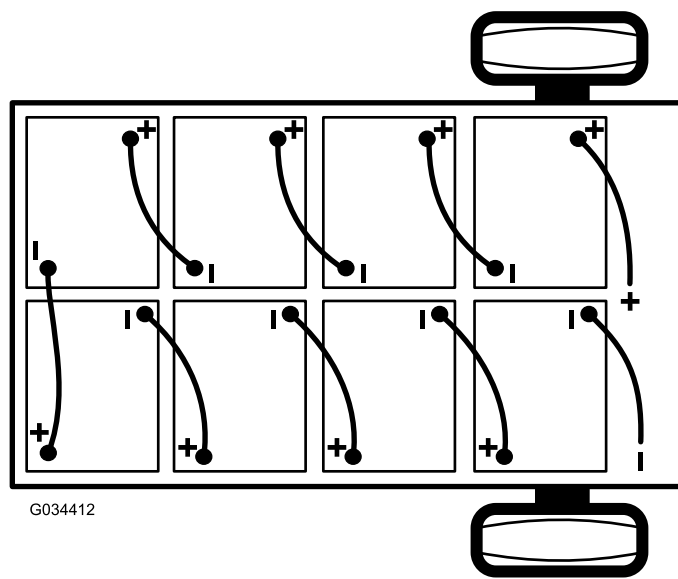

Figure 38
2. Débranchez le câble négatif principal (noir) de la batterie qui relie la rangée de batteries au point de masse de la machine (Figure 38).
3. Débranchez le câble positif principal (rouge) qui relie la rangée de batteries au contacteur principal de la machine (Figure 38).
- Remarque:** Tenez compte de la polarité lors de la mise en place des batteries neuves (Figure 38).
6. Reliez les batteries entre elles, comme montré à la Figure 38, avec les câbles d'interconnexion que vous avez retirés à l'opération 1.
2. Branchez le câble positif principal (rouge) entre la rangée de batteries et la machine (Figure 38).
3. Branchez le câble négatif principal (noir) entre la rangée de batteries et la machine (Figure 38).